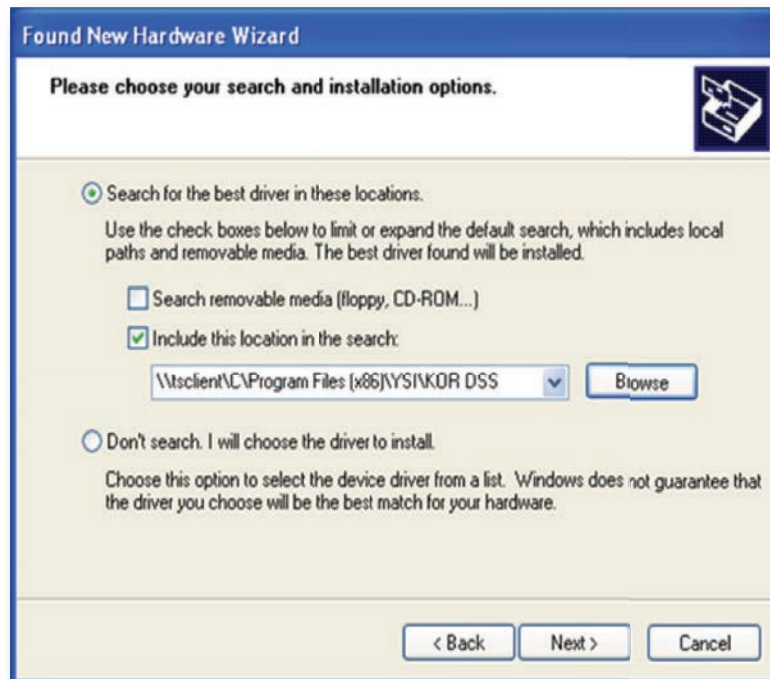

Figura 81 Posizione file Installazione guidata trovato nuovo hardware
4. Selezionare **Ricerca il miglior driver disponibile in questi percorsi**, quindi **Includere questa posizione nella ricerca**: Fare clic su **Sfoglia**, individuare la cartella: **C:\Programmi (x86)\YSI\KorDSS** per i sistemi a 64 bit o **C:\Programmi\YSI\KorDSS** per i sistemi a 32 bit. (Figura 81). Fare clic su **Avanti**.